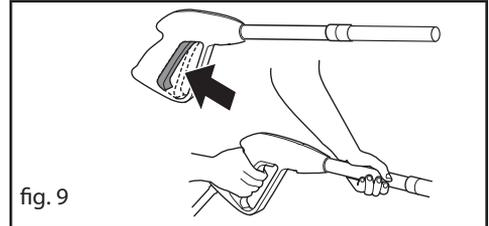

fig. 9
5. İçerde kalan havayı atmak için tüfeği tetikleyin ve namludan su çıkışı sağlana kadar bekleyin(fig.9).